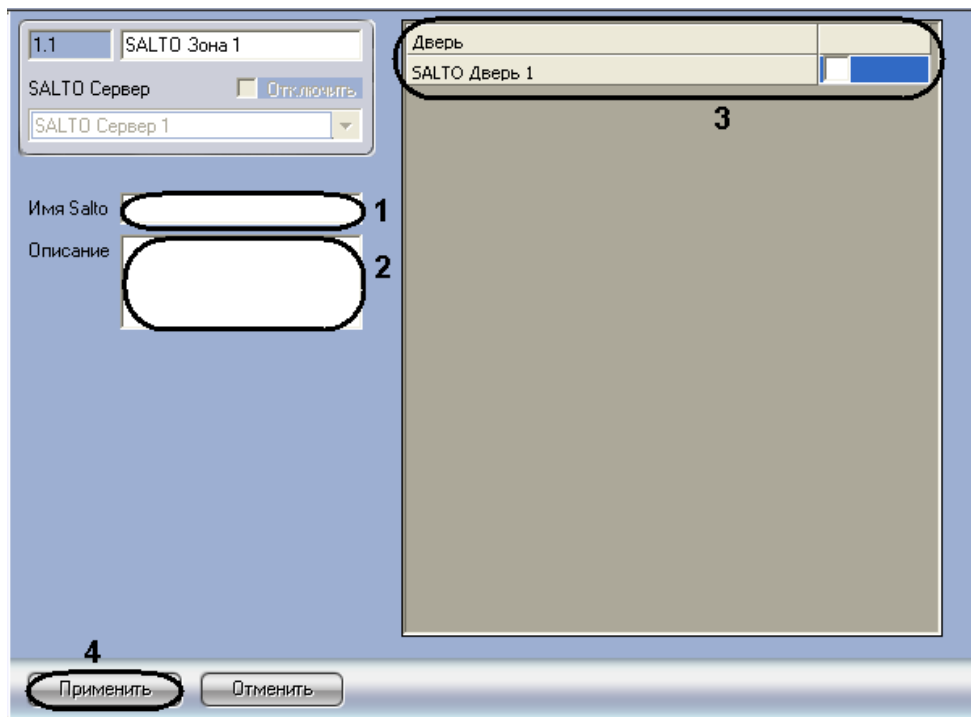

Рис. 3.3—11 Настройка зоны СКУД SALTO
2. В поле **Имя Salto** ввести название зоны, которое будет задано объекту в SHIP (см. Рис. 3.3—11, **1**). Введенное название должно быть уникальным.
3. В поле **Описание** ввести описание зоны (см. Рис. 3.3—11, **2**).